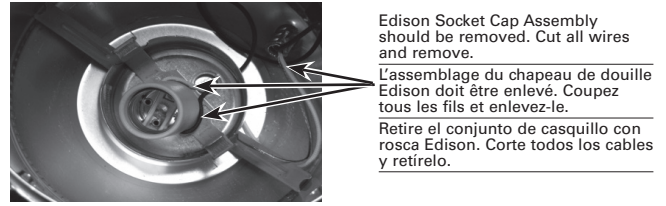

Figure 2.
2. Retire el conjunto del casquillo de rosca Edison del alojamiento. (Fig. 2)
3. Desforre los cables del alojamiento (negro y blanco) para prepararlos para la conexión a las tuercas de empalme de palanca. (Fig. 2)